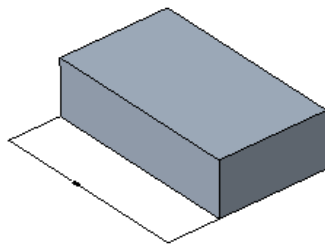

图 4-186 完成标注
- 在合适位置单击鼠标中键，将打开“尺寸”操控板。通过操控板来编辑尺寸的样式、文本、方向和公差等参数。保留默认设置，在图形区的空白区域单击结束标注，结果如图 4-186 所示。